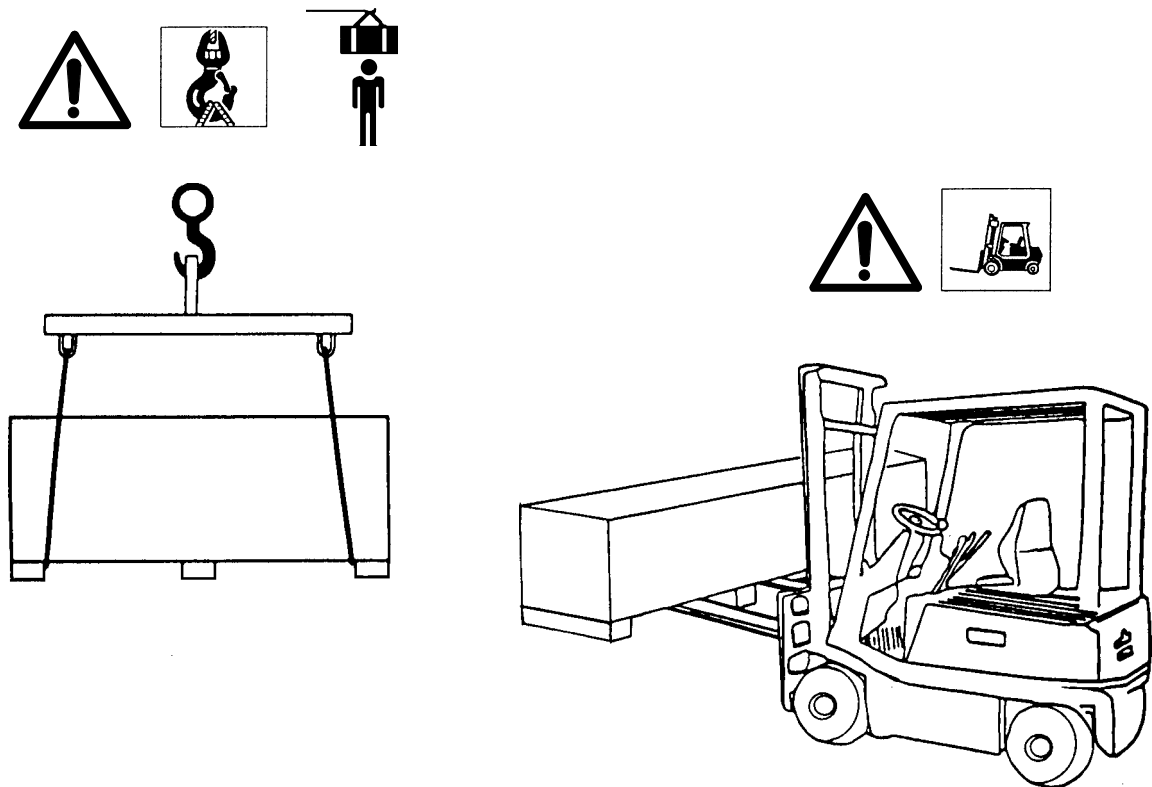

Fig. 2
- Le operazioni di sollevamento debbono essere eseguite come da Fig.2.
- Lifting must be done as shown in Fig.2.
- lift with care, using suitable means of support for the load, in perfect working order and using the special hooking points as shown in Fig. 2.
- Beim Anheben gemäss Abb. 2 vorgehen.
Utilizzando gli appositi punti di aggancio come indicato in Fig.2.
- Les opérations de levage doivent être réalisées comme indiqué à la Figure 2.
- soulever avec attention: se servir de moyens indiqués pour le soutien de la charge parfaitement efficaces et se servir des points d'attelage comme indiqué à la Figure 2.